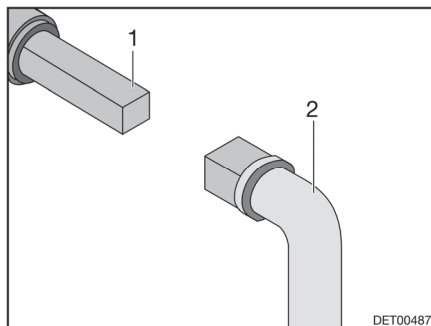

Bild 196 Handhavande avloppsventil
- Sätt nyckeln (Bild 196,2) mot fyrkanten (Bild 196,1).